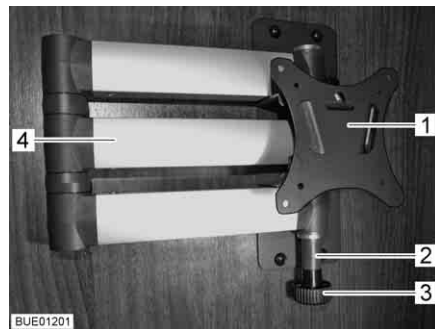

Bild 60 Halterung mit Gelenkarm
- Entriegelungsknopf (Bild 60,3) ziehen. Der Gelenkarm (Bild 60,4) ist entriegelt.
- Flachbildschirm in die Ausgangslage zurückschwenken, bis die Halterung (Bild 60,1) in die Verriegelung (Bild 60,2) einrastet.